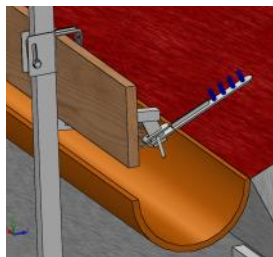

fig. 5
### Montaggio (fig. 5 -6 -7-8)
- Utilizzando una piattaforma di lavoro in sicurezza, fissare la staffa di aggancio sulla superficie del tetto, mediante tasselli M8 in grado di sopportare gli sforzi elencati nel punto 5 a pag. 4 (fig. 5 a pag. 9);